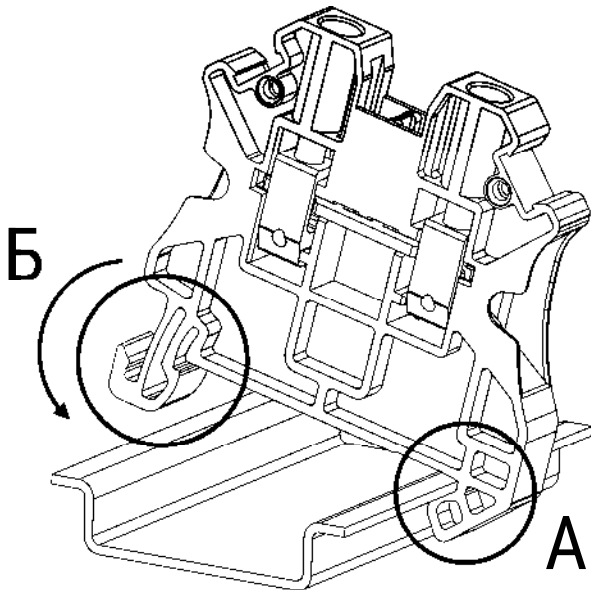

Рисунок 3 – установка клеммы на монтажную рейку
- Заведите клемму в зацепление с монтажной рейкой (рис. 3, положение «А»);
- Защёлкиванием закрепите клемму на монтажной рейке (рис. 3, положение «Б»);